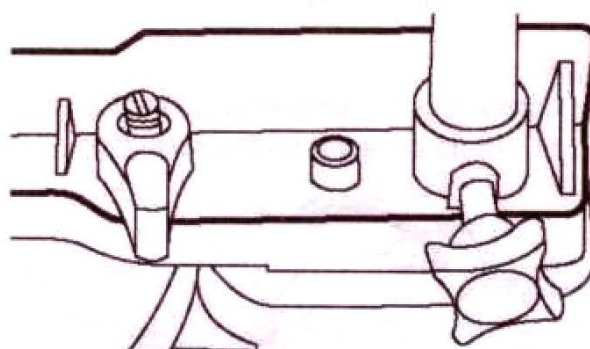

Рис. 5
3. Затяните зажим (23) (рис. 5), прежде чем подключить инструмент.